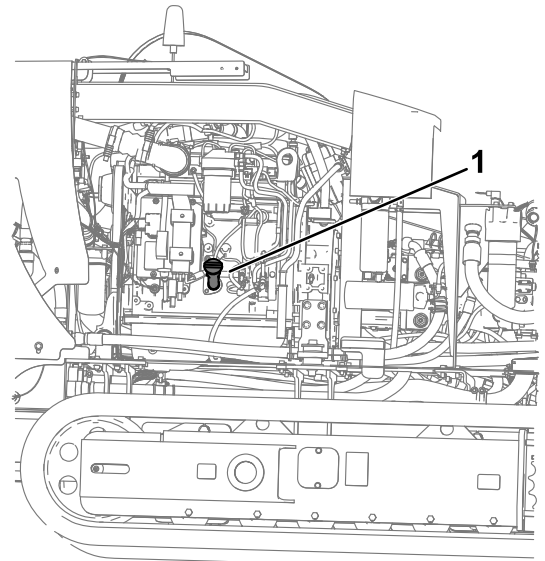

**Bild 92**
- A. Nehmen Sie den Fülldeckel (Bild 92) ab und füllen Sie Öl ein, bis der Höchststand erreicht ist. **Füllen Sie nicht zu viel ein.**